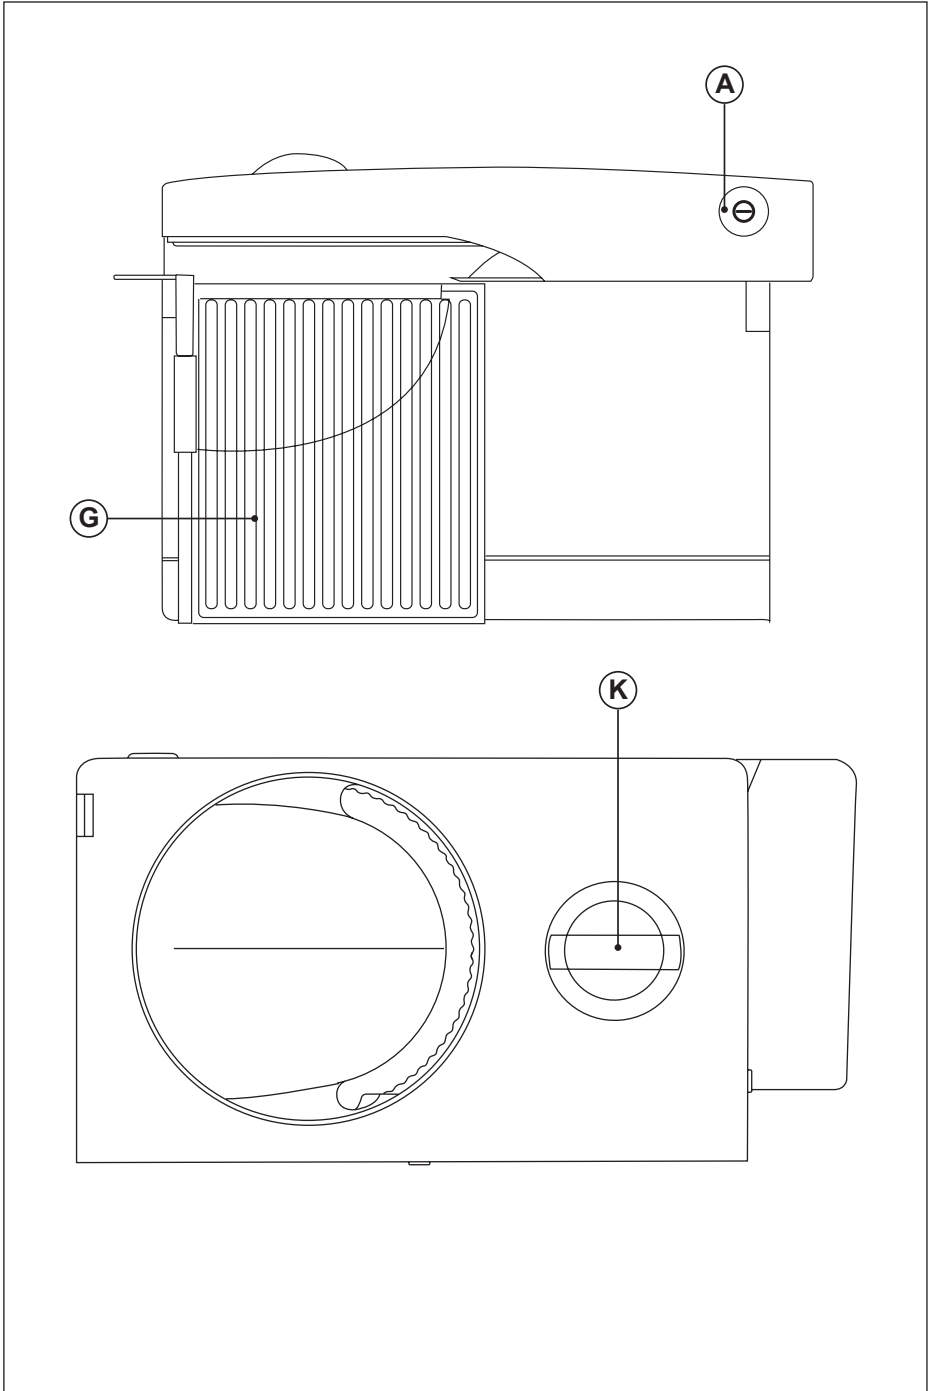

Fig.1
- Encajar el protector de corte en el carro deslizante (Fig. 1).